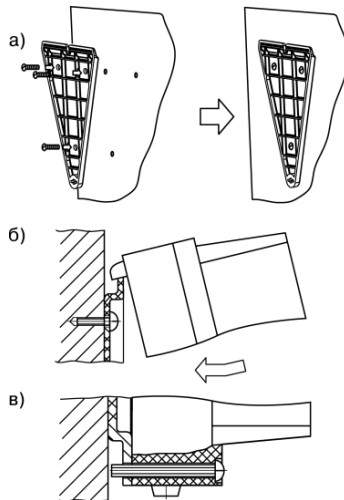

Рисунок 4.1 – Монтаж прибора настенного исполнения
- 1 Закрепить кронштейн тремя винтами M4 × 20 на поверхности, предназначенной для установки прибора (см. Приложение А и рисунок 4.1, а).
- 2 Зацепить крепежный уголок на задней стенке прибора за верхнюю кромку кронштейна (рисунок 4.1, б)
- 3 Прикрепить прибор к кронштейну винтом M4 x 35 из комплекта поставки (рисунок 4.1, в).